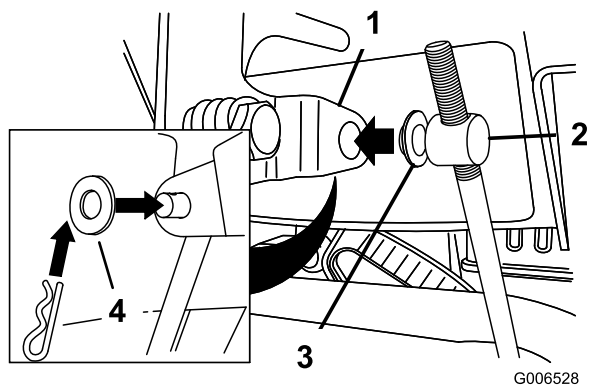

Figura 12
3. Togliete la coppia a forcina e la rondella esterna dal barilotto sul lato superiore dell'asta di comando della velocità (Figura 12).
Nota: Per agevolare l'installazione lasciate la rondella piana sul barilotto (Figura 12).
6. Sollevate l'asta di comando della velocità ed inserite il barilotto nel foro della leva di selezione della velocità (Figura 12).
- B. Scollegate il barilotto dalla leva del selettore della velocità (Figura 12).